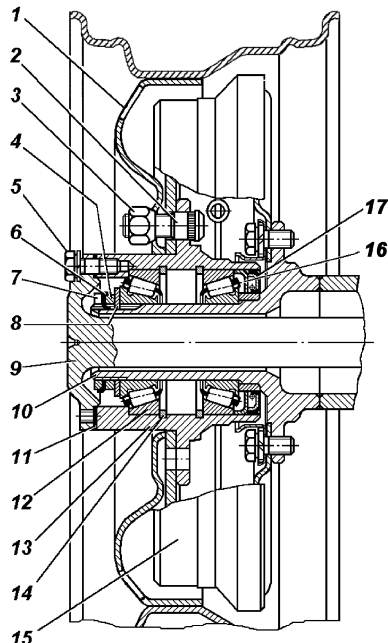

Рис. 9.34. Ступица заднего колеса:
2. Снимите колпак колеса. Демонтируйте полуось 9 (рис. 9.34) заднего моста или ведущий фланец у переднего моста.